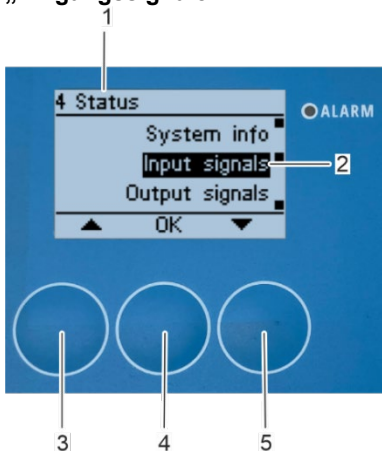

Abbildung 176: Öffnen Untermenü „Eingangssignale“
3. Drücken Sie [OK] (Abbildung 175/5), um zum Untermenü „4 Status“ (Abbildung 176/1) zurückzukehren.
⇒ Das Untermenü „4 Status“ erscheint auf dem Bildschirm (Abbildung 176/1).
1. Wählen Sie das Untermenü „Eingangssignale“ (Abbildung 176/2) mit den Pfeiltasten [nach oben] (Abbildung 176/3) und [nach unten] (Abbildung 176/5).
2. Bestätigen Sie die Auswahl mit [OK] (Abbildung 176/4).